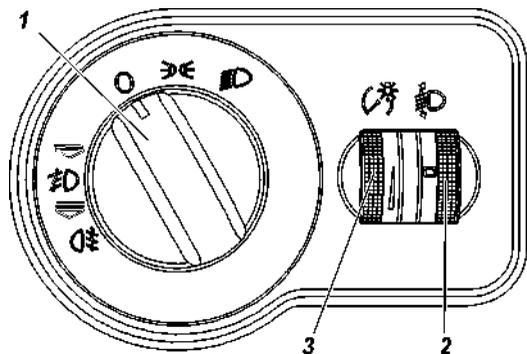

Рис. 3.4. Модуль управления светотехникой (наименование позиций см. в тексте)
**12 -модуль управления светотехникой (рис. 3.4).**
На рис. 3.4 изображен модуль управления светотехникой (МУС).